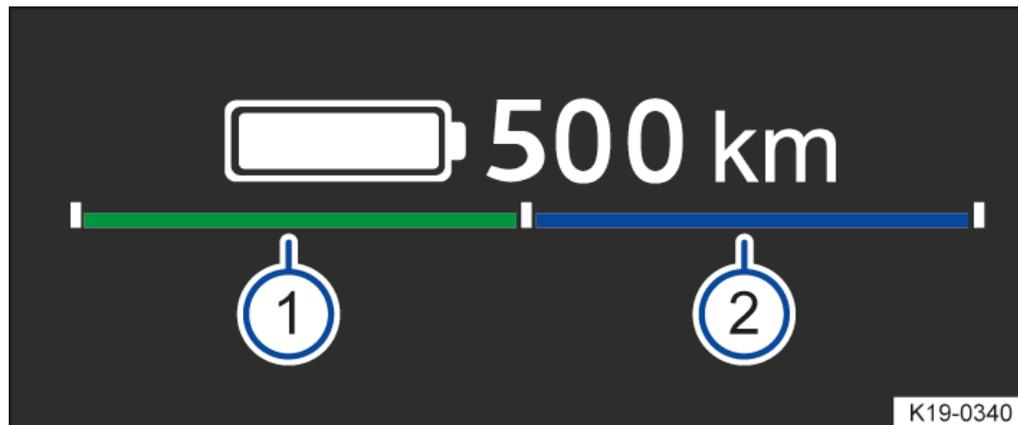

Abb. 1 Im digitalen Kombi-Instrument: Fahrleistungsanzeige (Prinzipdarstellung).
Die Fahrleistungsanzeige zeigt mithilfe des in der Mitte geteilten Balkens dauerhaft die Verfügbarkeit von Rekuperation → Abb. 1 (1) (grün) nach links und von Vortrieb → Abb. 1 (2) (blau) nach rechts an. Wenn der jeweilige Balken bis zur Endmarkierung reicht, besteht uneingeschränkte Verfügbarkeit. Bei einer Einschränkung wird der Balken entsprechend verkürzt dargestellt.